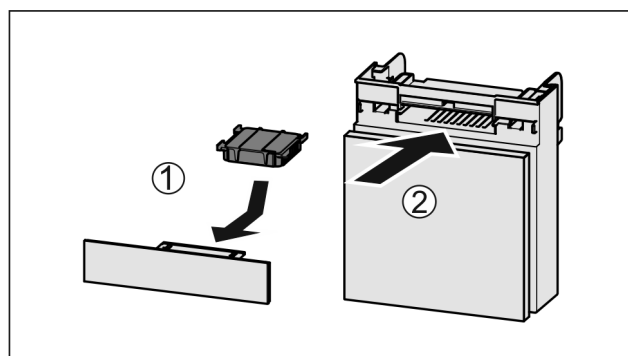

Fig. 156
- ▶ Filtr s aktivním uhlím vložte podle vyobrazení Fig. 156 (1).
- ▶ Zásuvku zasuňte Fig. 156 (2).